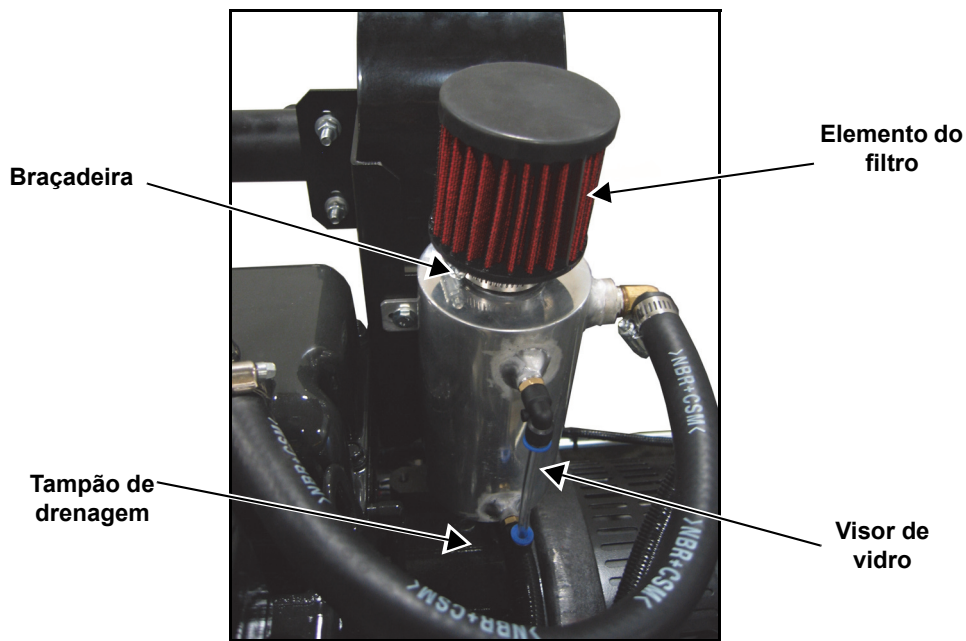

Figura 5-15. Drene o recipiente do respiro e substitua o filtro
1. Observe o visor de nível de óleo no recipiente. Consulte a Figura 5-15.